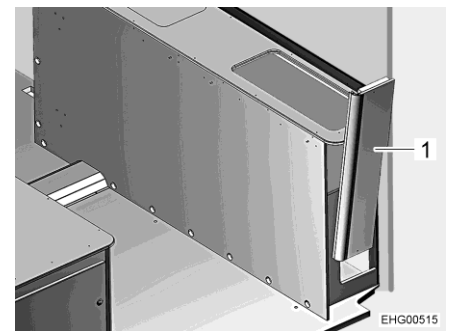

Fig. 118 Coffre de banquette droit, paroi latérale
- Retirer la paroi latérale (Fig. 118,1) par le haut en exerçant de légères secousses.